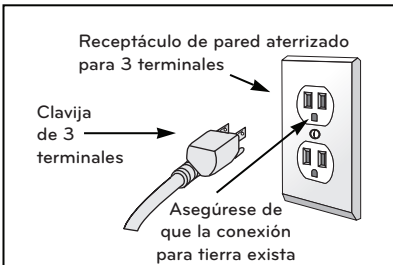
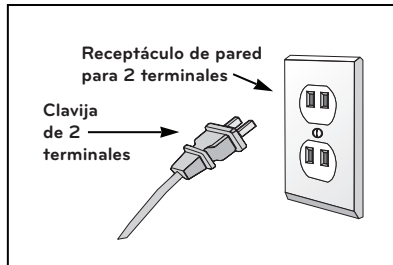

Figura 1. Toma corriente aterrizado (con 3 terminales)
Figura 2. Toma corriente con 2 terminales. Para este tipo de conexión es necesario realizar la conexión a tierra apropiada
- Para llenar su charola, primero debe de retirar la bandeja para hielos (Figura 1), después jale hacia Usted la charola (Figura 2) y llénela con agua hasta donde lo indica el nivel (Figura 3).